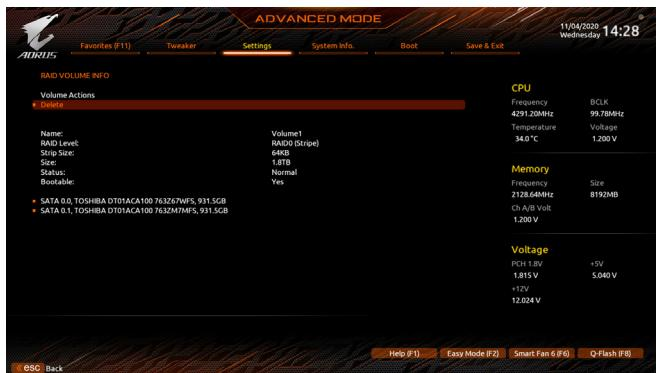

図 6
完了すると、Intel(R) Rapid Storage Technology 画面に戻ります。RAID Volumes に新しい RAID ボリュームが表示されます。詳細情報を見るには、ボリューム上で <Enter> を押して RAID レベルの情報、ストライプブロックサイズ、アレイ名、アレイ容量などを確認します(図 6)。